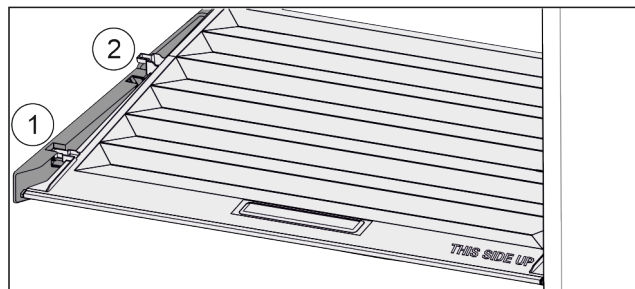

Fig. 108
- Trekk dekkelet til åpningen i holdedelene fremover Fig. 108 (1).
- Løft ut nede bak og ta opp og ut Fig. 108 (2).